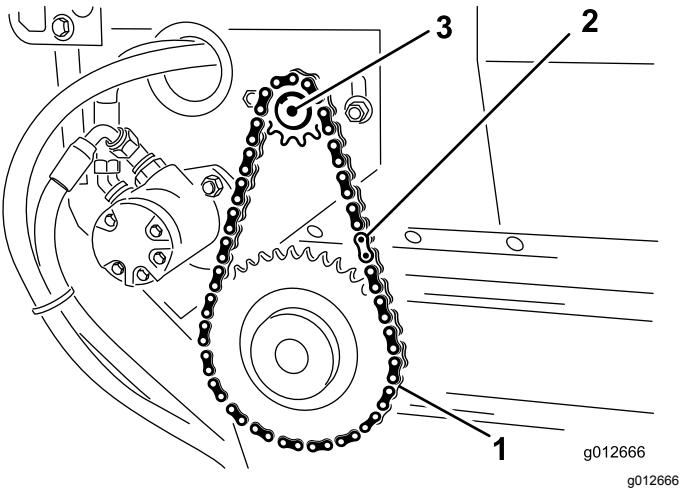

Рисунок 29
- Снимите с цепи замыкающее звено и снимите цепь с маленькой звездочки (Рисунок 29).